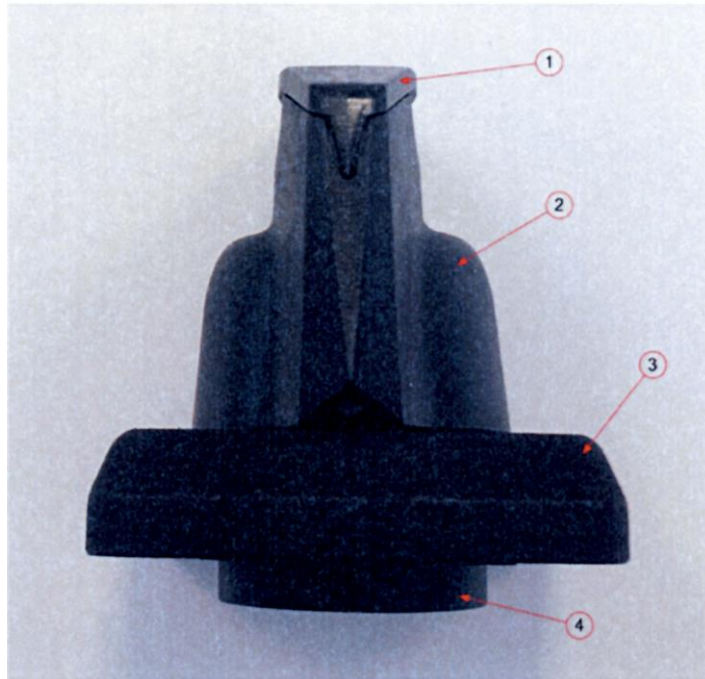

Fig. 3
- Fig. 3 – przedstawia widok rączki z przodu w stanie odblokowanym. Znajduje się na nim blokada rączki (1), uchwyt rączki (2), podstawa rączki (3) oraz pokrywa podstawy (4).